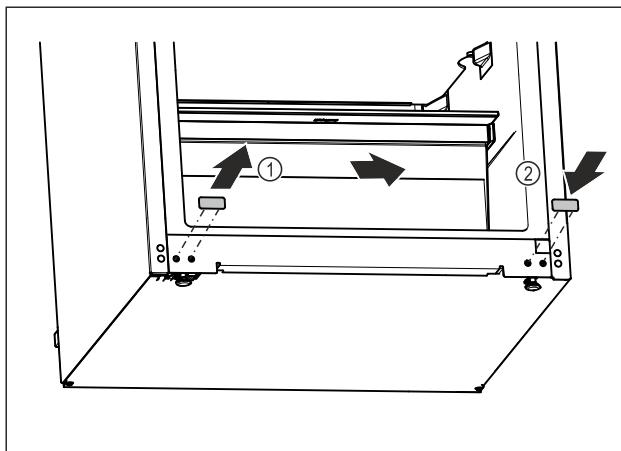

Fig. 21
- Извлеките заглушку. *Fig. 21 (1)*
- Установите заглушку на противоположной стороне. *Fig. 21 (2)*